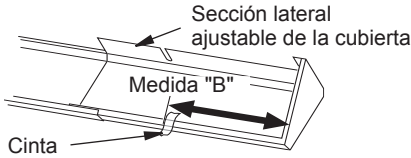

Figura 3 - Marca de la medida "B"
4. Mida desde los bordes exteriores de las secciones laterales ajustables. Para marcar la distancia de la medida "B", pegue un pedazo de cinta en la pestañas que se doblan hacia abajo de las secciones laterales ajustables (consulte la figura 3, página 6).